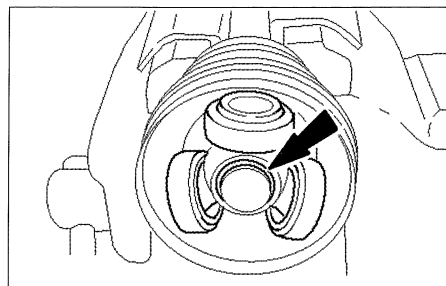

FIG. 4
- Con unos alicates apropiados, desmontar el anillos de seguridad del trípode (fig. 4).